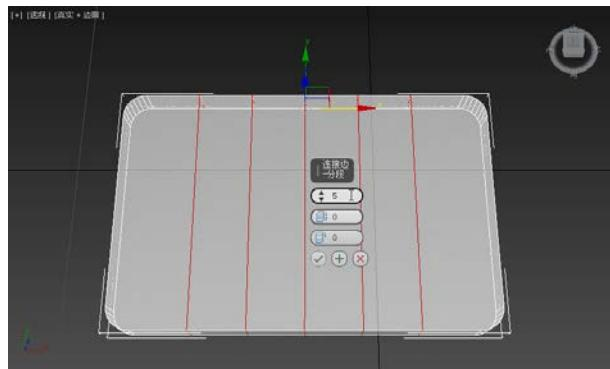

图 3-2-7 连接 (1)
**STEP 07** 右击，在弹出的快捷菜单中单击【连接】命令左侧的按钮，设置【连接边-分段】为【5】，单击【确定】按钮，如图 3-2-7 所示。